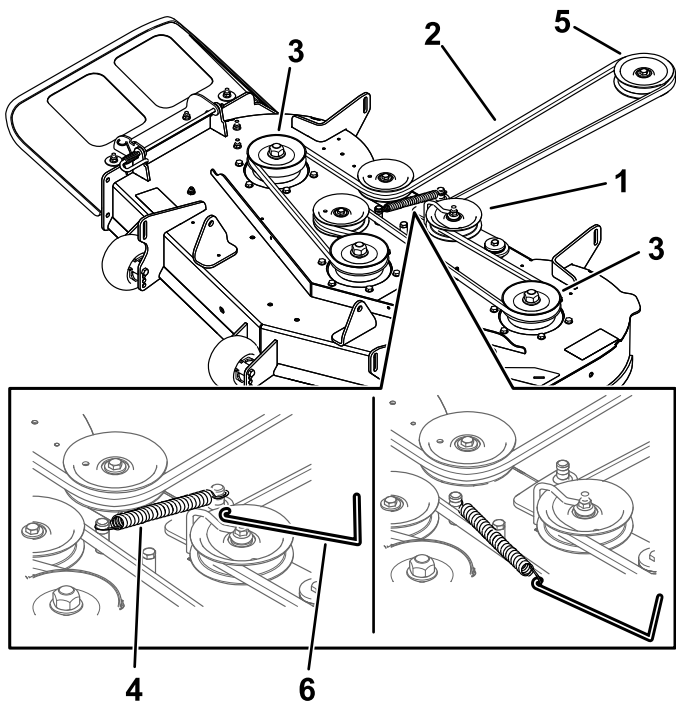

Figure 52
6. À l'aide d'un outil de dépose de ressort (réf. Toro 92-5771), décrochez le ressort du crochet situé sur le tablier pour détendre la poulie de tension et déchaussez la courroie des poulies (Figure 52).
7. Acheminez la courroie neuve autour de la poulie du moteur et des poulies du tablier de coupe (Figure 52).
8. À l'aide d'un outil de dépose de ressort (réf. Toro 92-5771), accrochez le ressort au crochet situé sur le tablier, afin d'exercer une tension sur la poulie de tension et la courroie du tablier de coupe (Figure 52).